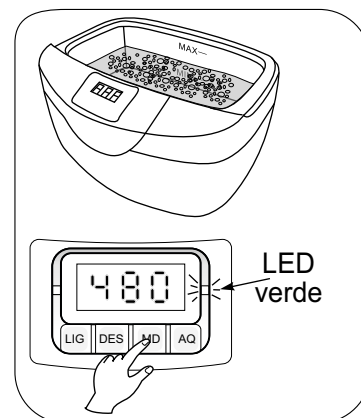

Fig.11
- 4►** Proceda a desgaseificação da água que consiste em deixar o equipamento ligado por 8 minutos, sem instrumentos/artigos (Fig.11, pág. 12). Para isso pressione a tecla **180** até o display exibir a ciclo de 480s, pressione a tecla **LIG** e aguarde até que o ciclo termine. Esse processo tem por finalidade retirar os gases dissolvidos na água que prejudicam a cavitação. A desgaseificação deverá ser repetida toda vez que ocorrer troca de água;